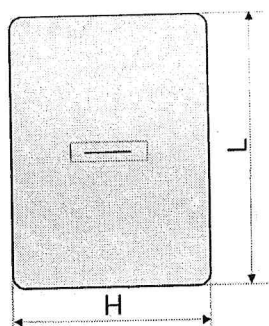

Рисунок 1 – Электрод прямоугольный
5.4.3 Перед проведением процедуры, хорошо смоченный электрод подключается к кабелю пациента путем помещения пластинчатого электрода кабеля в прорезной карман чехла фланелевого электрода, расположенного в его центре (рисунок 1). Контактная сторона электрода – противоположна стороне подключения.